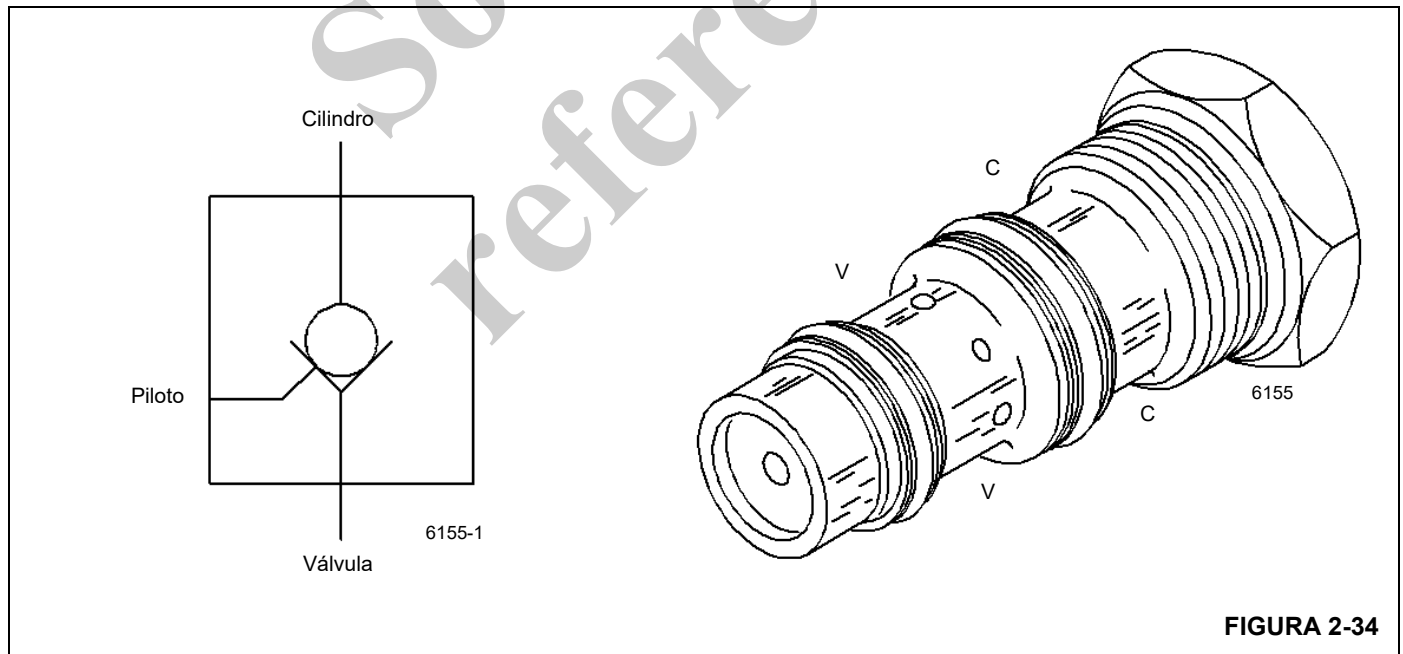

FIGURA 2-34
Una válvula de retención activada por piloto (PO) se encuentra en cada bloque de lumbreras de cilindro de estabilizadores (Figura 2-34). La válvula de retención funciona como una válvula de tope para el cilindro de estabilizadores. El flujo de aceite se dirige de la lumbrera "V" a las lumbreras "C", mientras se impide el flujo en el sentido opuesto. El flujo se invierte de "C" a "V" cuando el aceite de presión piloto se aplica a la lumbrera "V" del lado opuesto.